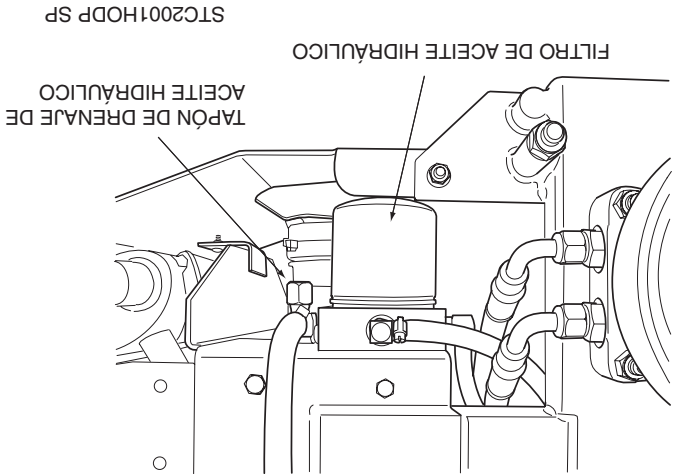

Figura 7-3 Filtro de aceite hidráulico y Tapón de drenaje
2. Coloque un recipiente adecuado debajo del filtro de aceite hidráulico. Incline el asiento hacia adelante. Quite la tapa de llenado del depósito y el tapón del drenaje del fondo de la T de drenaje en el lado frontal de la base del filtro. (Vea la Figura 7-3). Permita drenar el fluido en el recipiente y deséchelo apropiadamente.